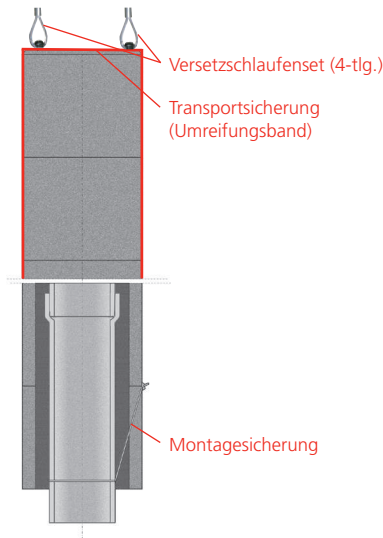

Bild 2:
- Der mitgelieferte **Klebmergel** und der **Muffenkitt** sind nach Anmachvorschrift (Beipackzettel) anzurühren. Alternativ kann beim Leistungsschornstein S und LAF-Premiurnschornstein SL die **Gewebedichtung** (Bild 2+5) statt Muffenkitt eingesetzt werden. Bei einer überdruckdichten Abgasleitung SÜ werden bei den Durchmessern 8, 10, 12 und 14 cm die **Elastomermuffendichtringe** (Bild 3+6) zum Versetzen der Rohre verwendet. Der Dünnbettmörtel für die Mantelsteine ist mit einer Spachtel 3–5 mm dick vollflächig aufzutragen und an den Rändern bzw. Ecken abzuschragen. Zum Versetzen der Innenrohrsäule darf je nach System nur der mitgelieferte Muffenkitt, die Gewebedichtung bzw. die Elastomermuffendichtringe mit Gleitmittel verwendet werden.